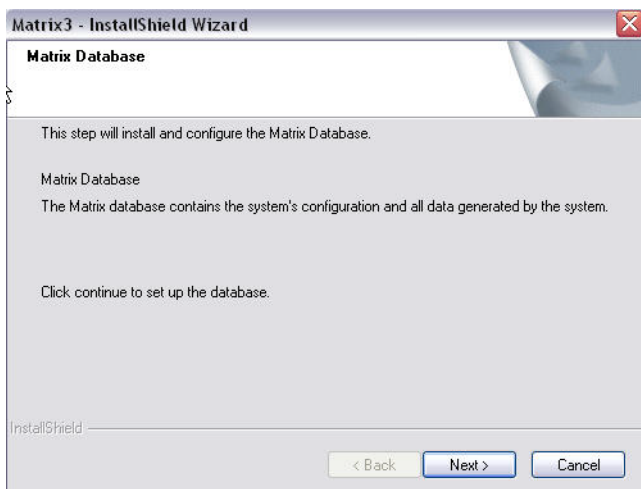

Рис. 8
9. Когда появится экран настройки «Matrix Database» [База данных Matrix] (Рис. 8), нажмите «NEXT» [ДАЛЕЕ], чтобы начать настройку базы данных.